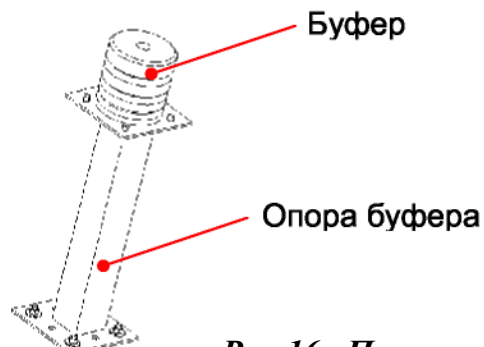

Рис.16. Полиуретановые буфера
1.4.8.1. В нижней части шахты (в прямке) установлены упругие полиуретановые буфера (*рис.16*), предназначенные для гашения кинетической энергии кабины при переходе кабиной уровней нижней или верхней этажных площадок. Буфера устанавливаются на опоры высотой до 402 мм. Буфера противовеса установлены на нижней балке каркаса противовеса. В данном лифте применяются буфера моделей **FAA320R1** и **FAA320R2**.